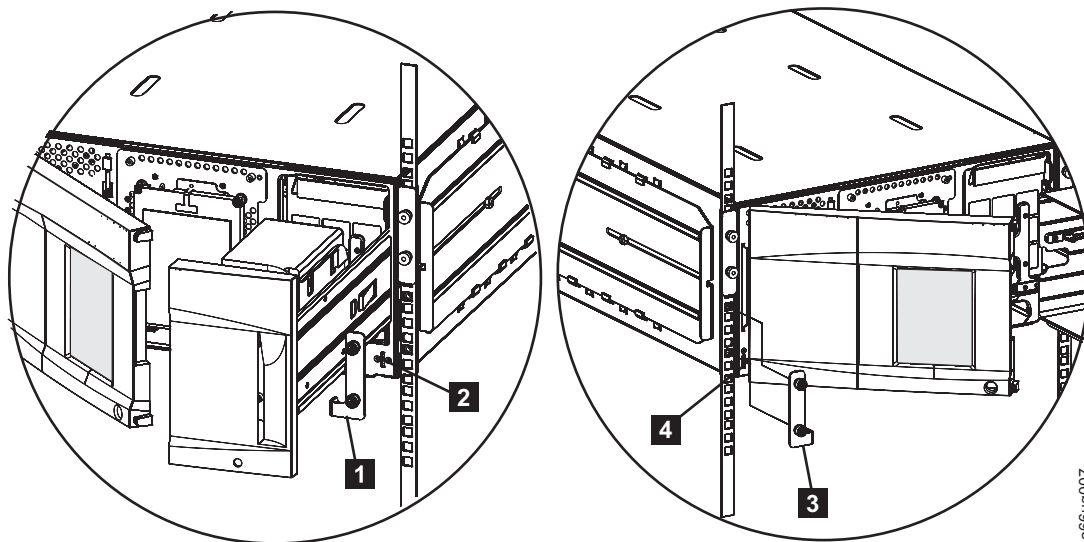

図 3-10. 制御モジュールへのラック・イヤーの取り付け
1. 右のラック・イヤー (図 3-10 の **1**) を取り付けます。
- a. 各ライブラリー・モジュール上の I/O ステーションの位置の右下に、スロット (図 3-10 の **2**) があります。右のラック・イヤーをそのスロットに挿入します。
2. 左のラック・イヤー (図 3-10 の **3**) を取り付けます。
- b. ドアのちょうつがい側を持ち、ドアを引きながら右に押して、左のラック・イヤー (図 3-10 の **4**) のスロットを露出させます。